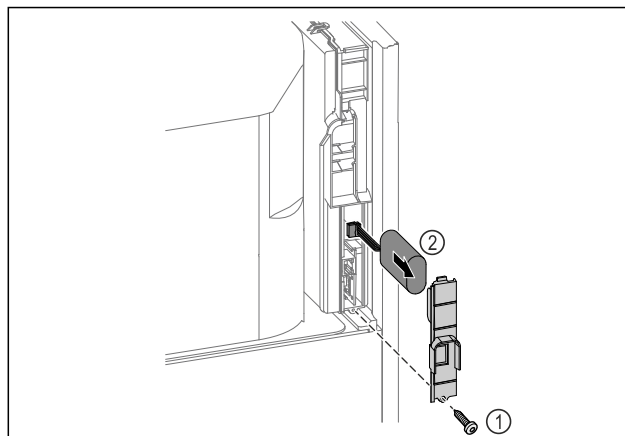

Fig. 259
- Skru ut skruen og fjern dekslet på baksiden av apparatet Fig. 259 (1).
- Koble fra og ta ut batteriet Fig. 259 (2).